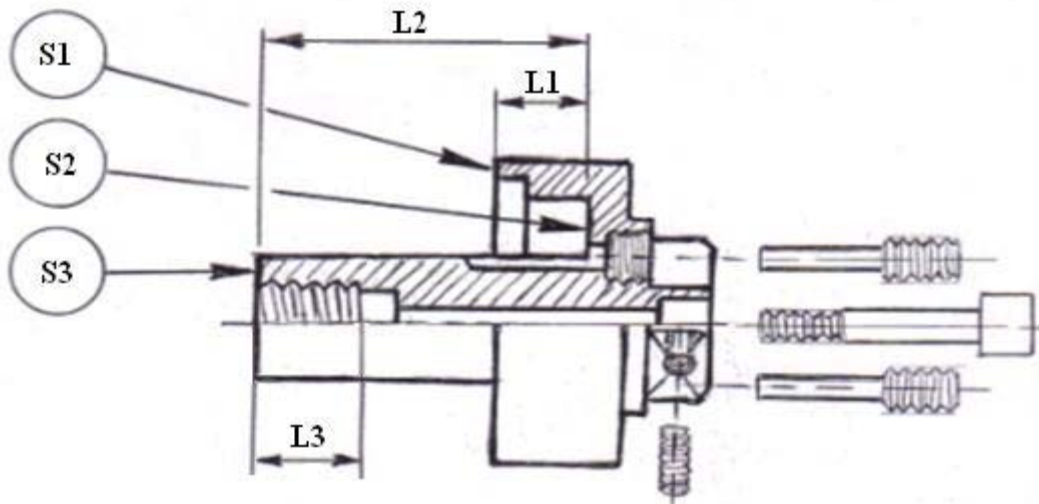

Fig. 8
8) **TUERCA ESPECIAL ( FIG. 8 ) SOLO PARA LAS HÉLICES CON DISPOSITIVO ANTISHOCK - SPECIAL NUT (FIG.8) ONLY FOR MAX PROP WITH ANTI-SHOCK DEVICE**